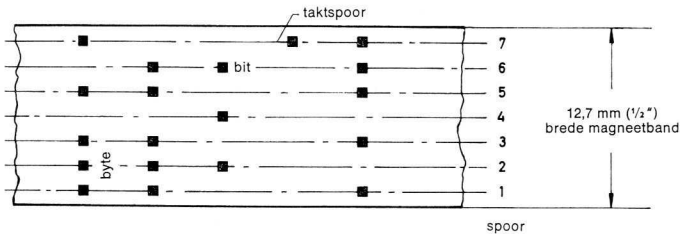

Fig. 4: Binaire registratie op computerband.
Kleinste gedeelte van een informatie. Afkorting van „binary digit“, →informatiedichtheid, →binair, →fig. 4.
- Byte** Internationale benaming voor de som van de loodrecht t.o.v. de bandlooprichting overelkaar liggende →bits bij de magnetische registratie op →computerband (bij  $\frac{1}{2}$ " brede band 7 of 9 bits). Alleen deze som omvat een complete informatie, →fig. 4, blz. 13.